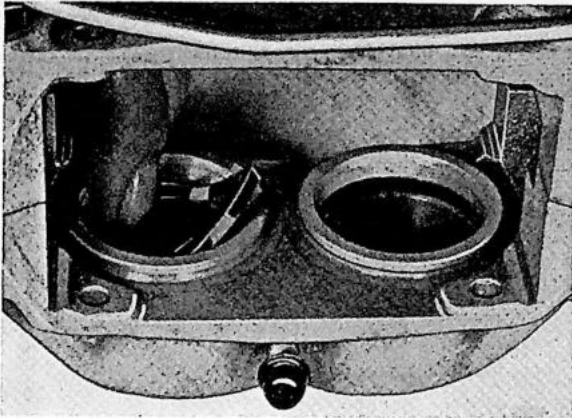

Fig. 5-21. Het monteren van de oliekeerring
2. Breng nieuwe oliekeerringen in de cylinders aan; zie Fig. 5-21.